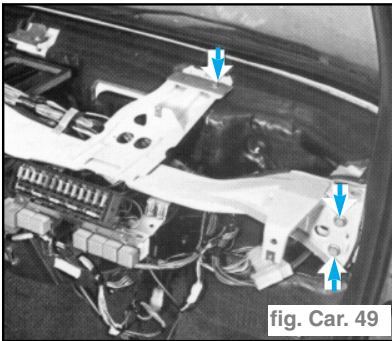

fig. Car. 49
- Dévisser les vis de fixation de traverse côté passager. (fig. Car. 49)